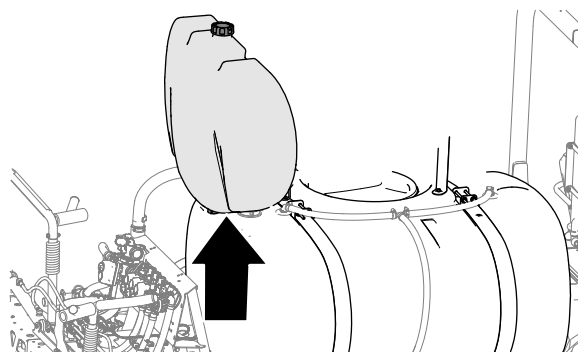

Figura 5
6. Retire o depósito de lavagem da máquina (Figura 5).